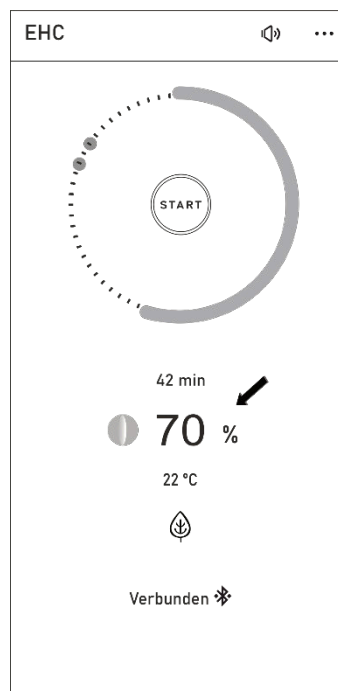

Abb. 5 – regulierte Luft¹
- Die EHC-Steuerung regelt dann die Luftzufuhr entsprechend der Temperatur (die Farbe der LED und in der APP wechselt von GELB auf GRÜN) – Abb. 5. Die Flammen erlöschen allmählich und die Holzscheite brennen glühend aus.